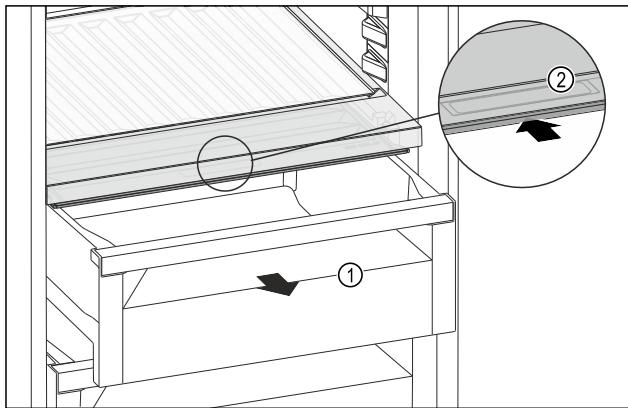

Fig. 150
- Schubfach Fig. 150 (1) herausziehen.
- Griffmulde Fig. 150 (2) am Fachdeckel anfassen und Fachdeckel gleichzeitig nach hinten schieben.